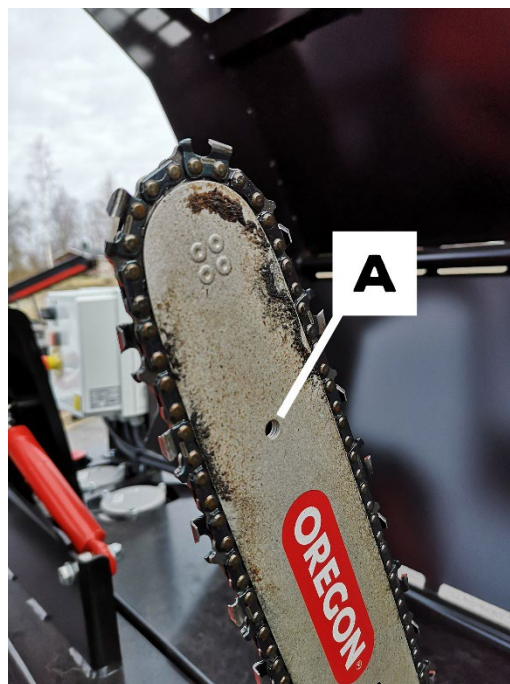

Figure 35
- 2 Nettoyez le trou de lubrification A illustré à la Fig. 35.